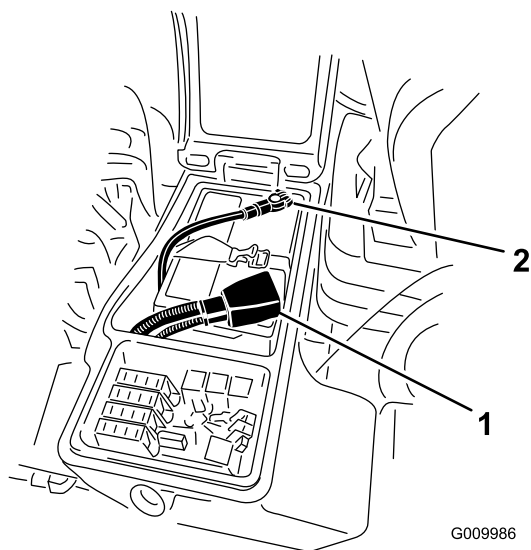

Figura 92
3. Retire o cabo negativo (preto) do terminal negativo (-) e o cabo positivo (vermelho) do terminal positivo (+) da bateria (Figura 92).
6. Instale o cabo positivo (vermelho) no terminal positivo (+) e o cabo negativo (negro) no terminal negativo (-) da bateria (Figura 92).